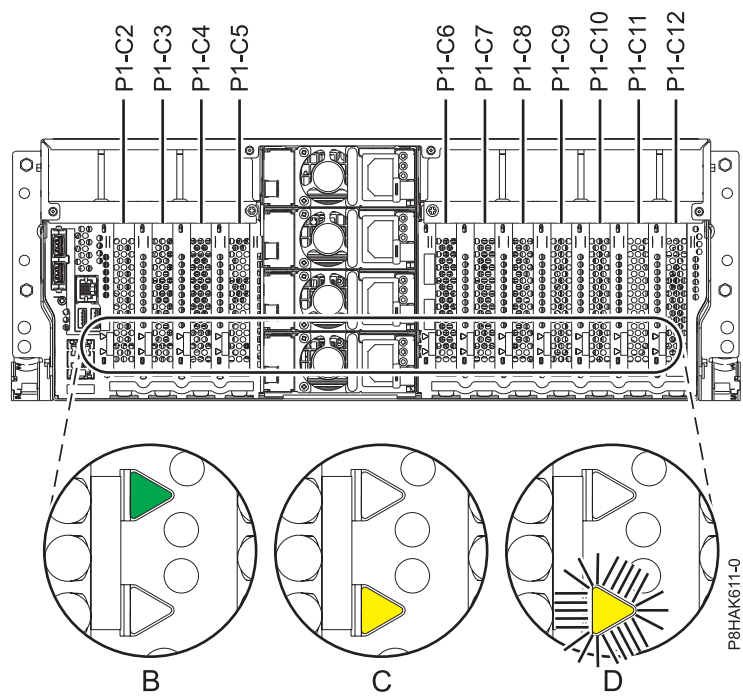
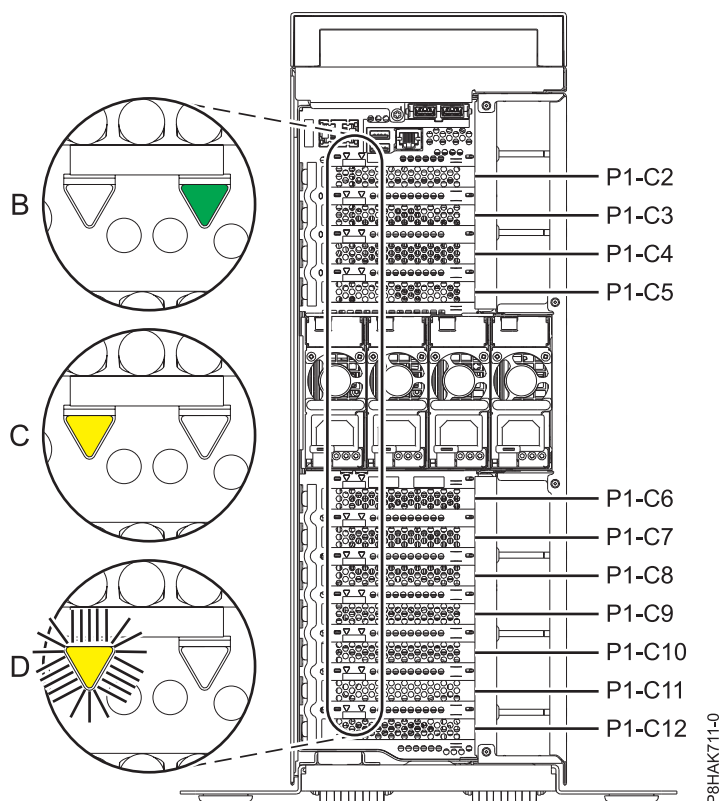

Figura 29. Ubicacions de les ranures d'adaptadors PCIe i ubicacions dels LED en un sistema 8247-42L, 8286-41A o 8286-42A muntat en bastidor
Figura 30. Ubicacions de les ranures d'adaptadors PCIe i ubicacions dels LED en un sistema autònom sistema 8286-41A
1. Familiaritzeu-vos amb les ubicacions de les ranures d'adaptadors PCI i els indicador de servei per a adaptadors PCI amb què vulgueu treballar. Els adaptadors PCIe s'instal·len a la part posterior del sistema. A la Figura 29 a la pàgina 35 i a la Figura 30 a la pàgina 36 es mostren les ubicacions dels adaptadors PCIe d'un sistema i les ubicacions dels llums amb díode (LED) de l'adaptador PCIe.